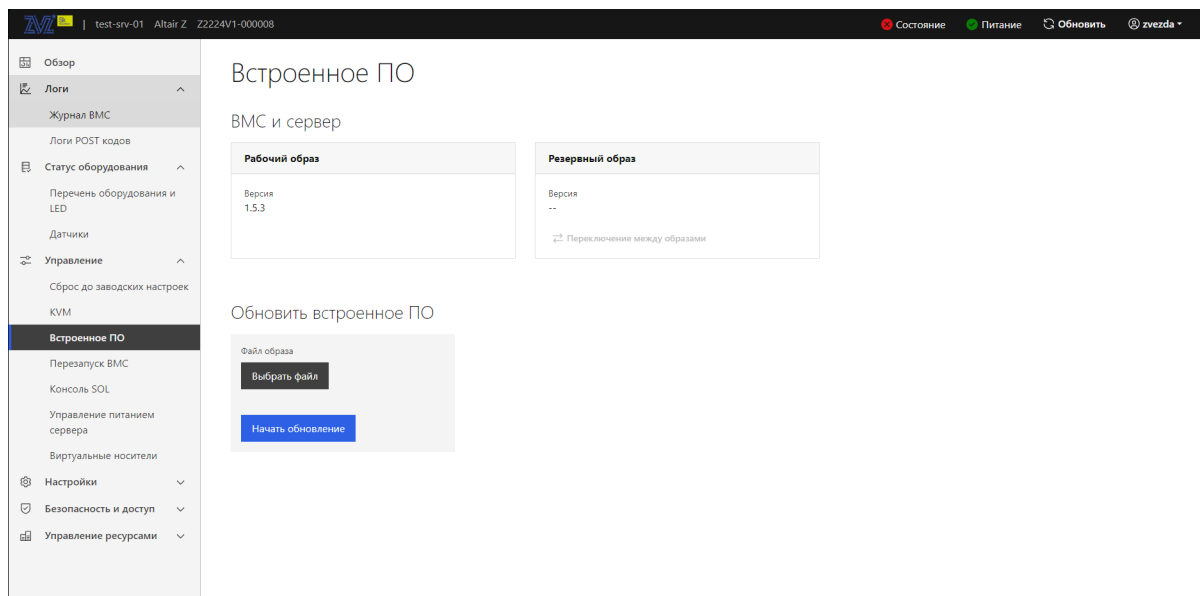

Рис. 83. Окно «Встроенное ПО»
- 2) Пройдите во вкладку «Управление» → «Встроенное ПО». Окно показано на рис. 83 Окно «Встроенное ПО»